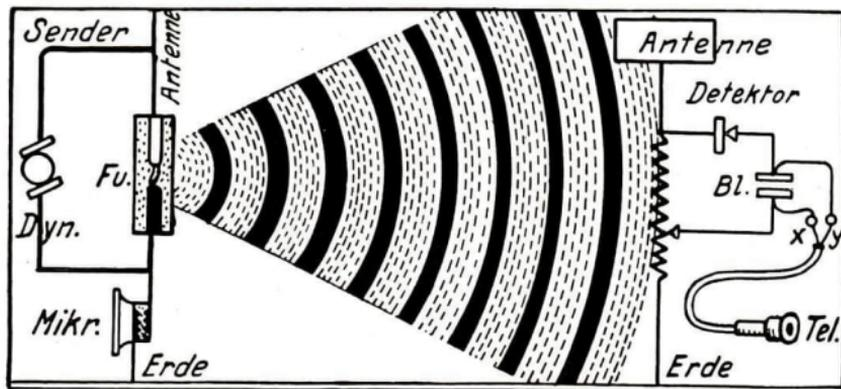

Abb. 390. Rundfunkanlage
1. Sendestelle. In dieser ist eine **Wechselstromdynamo** aufgestellt, die eine Bogenlampe (**Poulsonlampe**) oder eine Funkenstrecke betreibt. **Hertz** hat **1887** gezeigt, daß ein elektrischer Funke den ganzen umgebenden Ätherraum in Schwingung versetzt. Ähnlich wie von einer angeschlagenen Stimmgabel Schallwellen fortlaufen (Abb. 196), so laufen von einem elektrischen Funken **elektrische Wellen** fort (Abb. 390), die sich dicht aufeinanderfolgend mit ungeheurer Geschwindigkeit (Lichtgeschwindigkeit) ausbreiten.